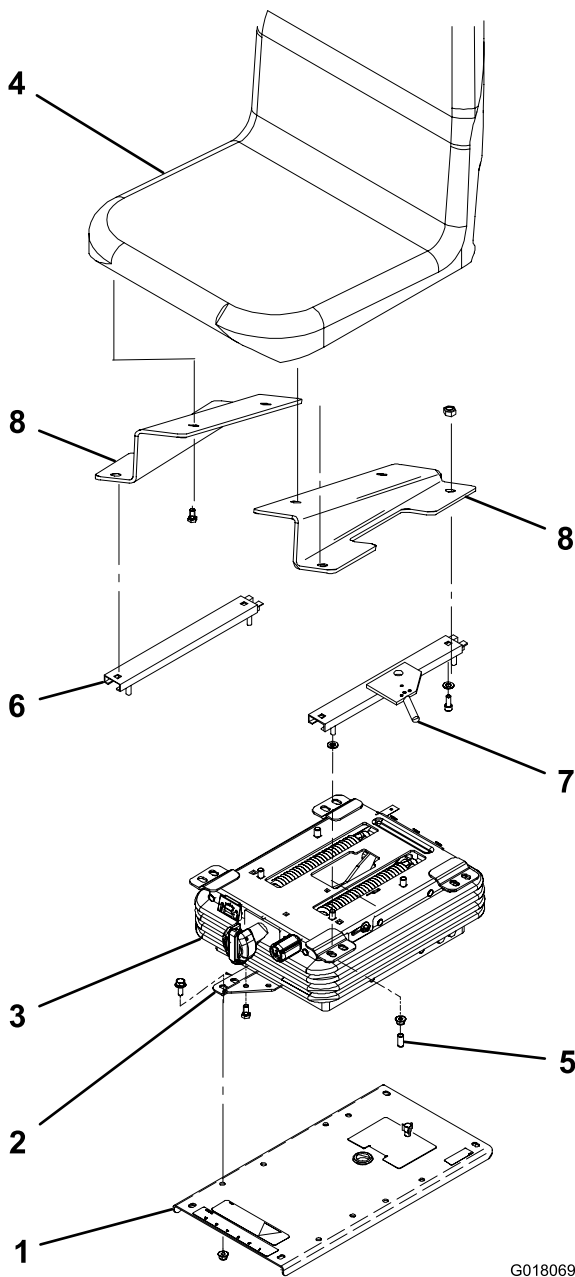

Figura 1
1. Prenda os suportes inferiores do banco à suspensão do banco com os quatro parafusos incluídos no kit (Figura 1).
2. Retire os 4 parafusos e porcas que prendem a placa de montagem do banco à estrutura da unidade de tracção (Figura 1). Não retire a placa do banco.
3. Prenda os suportes inferiores do banco e a suspensão do banco à placa do banco com os quatro parafusos e porcas incluídos no kit (Figura 1).
4. Prenda as montagens do banco do lado esquerdo e lado direito no banco com os quatro parafusos (Figura 1). As montagens do banco devem ser posicionadas de forma a que as extremidades maiores fiquem na frente do banco.
5. Instale, sem apertar, os ajustadores do banco nas montagens do banco com os quatro parafusos, anilhas planas e porcas incluídos no kit (Figura 1). Não aperte. O ajustador do banco com a alavanca de ajuste deve ser montado na montagem do lado esquerdo do banco.
7. Instale os ajustadores superiores do banco à suspensão do banco com as quatro porcas incluídas no kit (Figura 1). Insira as tampas de vinil nos pernes do banco. Aperte os dispositivos de fixação que prendem os ajustadores do banco.
2. Prenda os suportes inferiores do banco à suspensão do banco com os quatro parafusos incluídos no kit (Figura 1).
3. Prenda os suportes inferiores do banco e a suspensão do banco à placa do banco com os quatro parafusos e porcas incluídos no kit (Figura 1). Utilize o conjunto traseiro dos furos de montagem na placa do banco e o conjunto frontal dos furos de montagem nos suportes inferiores do banco.
4. Instale os suportes superiores do banco no banco com os quatro parafusos, anilhas planas e porcas incluídos no kit (Figura 1). Utilize o conjunto frontal dos furos de montagem no banco. O suporte do banco com a alavanca de ajuste deve ser montado no lado esquerdo do banco.
5. Instale os suportes superiores do banco à suspensão do banco com as quatro anilhas e porcas incluídas no kit (Figura 1). Utilize o conjunto traseiro dos furos de montagem na suspensão do banco. As anilhas devem ser posicionadas entre os suportes do banco e a suspensão do banco. Insira as tampas de vinil nos pernes do banco.